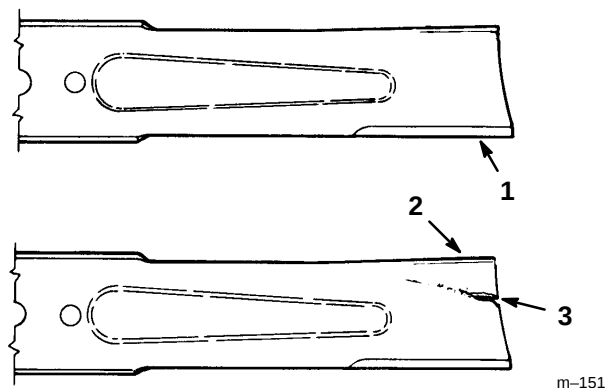

Abbildung 32
2. Die Schneidkanten untersuchen (Abb. 32). Wenn die Kanten nicht scharf sind oder Kerben haben, das Schnittmesser ausbauen und schärfen. Siehe “Schärfen der Schnittmesser”, Seite 37.
3. Die Schnittmesser untersuchen, insbesondere den gebogenen Bereich (Abb. 32). Wenn Schäden, Verschleiß oder Rillenbildung in diesem Bereich festgestellt werden (Abb. 32), muß sofort ein neues Schnittmesser installiert werden.